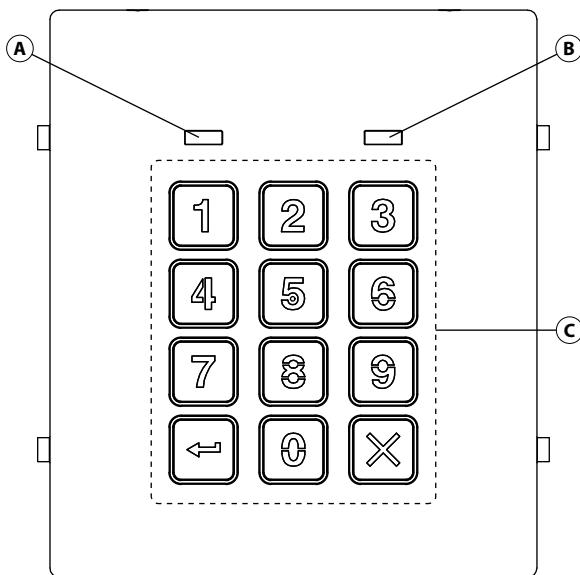

Fig. 1 Fronte
4. Quando l'alimentazione è stata ripristinata aspettare che la tastiera emetta un bip singolo e che il LED di stato rosso (**Fig.1, B**) lampeggi una volta;
5. Rimanere in ascolto del segnale di conferma e attendere che il LED di stato rosso (**Fig.1, B**) lampeggi di nuovo una volta;